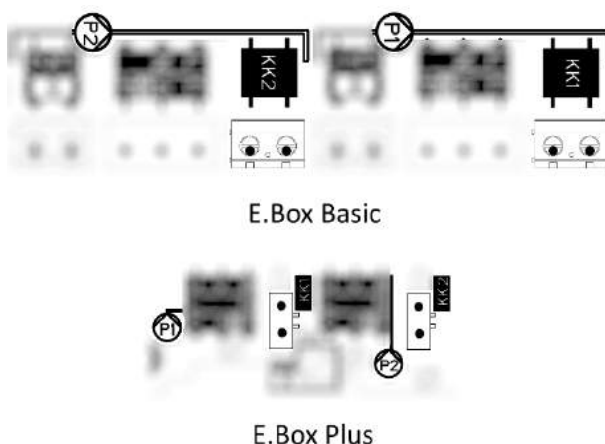

Figura 21: Intrări protecție termică KK
- **Protecție termică Motoare:** dispozitivul posedă o intrare pentru protecția termică a oricărui motor. Dacă motorul utilizat este prevăzut cu protecție termică, se poate conecta această protecție la bornele KK. Dacă protecția nu este prezentă în motor bornele trebuie să fie conectate cu punți. Bornele sunt vizibile în Figura 21.